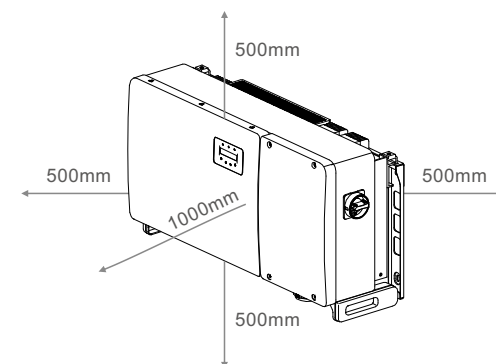

Figura 3.1 Distâncias necessárias entre os inversores
- Se vários inversores forem instalados no local, uma folga mínima de 500 mm deve ser mantida entre cada inversor e todos os outros equipamentos montados. A parte inferior do inversor deve estar pelo menos 500 mm acima do solo ou piso (ver Figura 3.1).